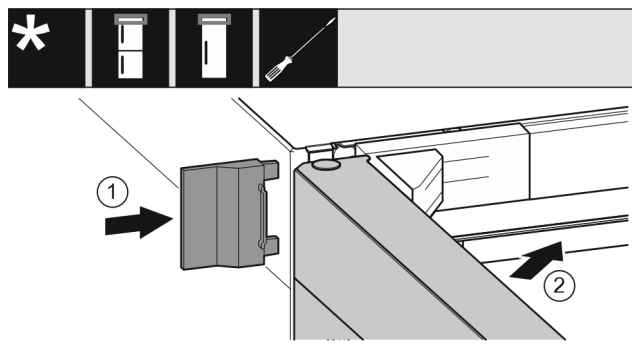

Fig. 22
- ▶ Skyv på det ytre dekslet. Fig. 22 (1)
- ▶ Lukk den øvre døren. Fig. 22 (2)